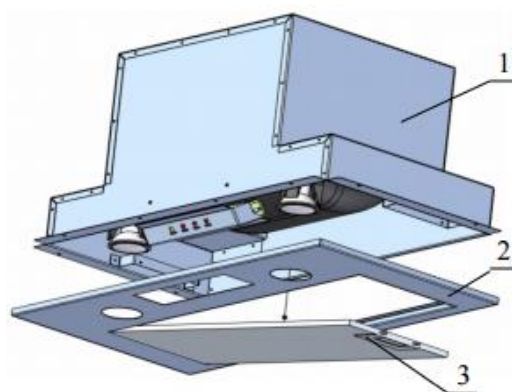
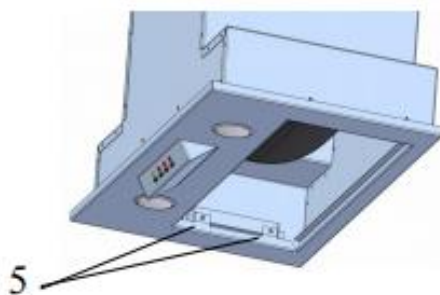
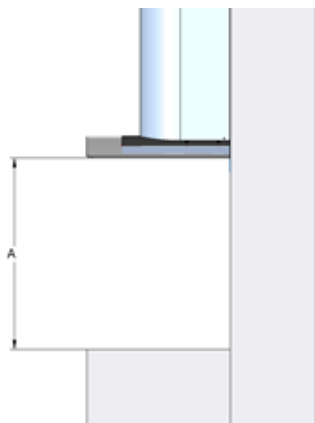

Рис. 1
Рис. 3
Рис. 4
## КОМПЛЕКТУЮЩИЕ ДЛЯ СБОРКИ (рис. 1)
3. Открутите с внутренней стороны четыре винта (5) (рис. 1) (два слева и два справа) для того чтобы снять маскирующий экран с корпуса вытяжки (рис. 1) и открыть отверстия для крепления корпуса к шкафу (рис. 3).
4. После снятия маскировочного экрана, привинтите корпус вытяжки к шкафу с помощью восьми шурупов (4) (рис. 1), сохраняя минимальное расстояние 65 см между нижним краем вытяжки и поверхностью для приготовления пищи на плите (рис. 4).
5. Прикрутите маскирующий экран к корпусу с помощью четырех винтов (5) (рис. 1) с внутренней стороны (рис. 3).